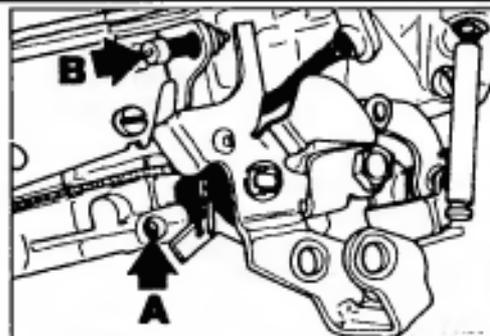

Рис. 2 Винт качества смеси (А)
д) Если концентрация CO выходит за допустимые пределы, удалите защитную пломбу и произведите регулировку винтом качества смеси (А, Рис. 2).
- Удалите со стопорного винта защитный колпачок (В, Рис. 2).